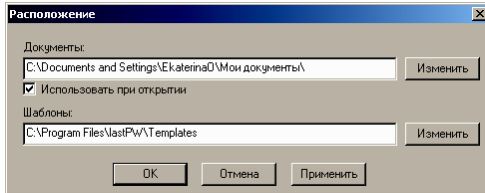

Рис. 5.2. Диалоговое окно «Настройки» закладка «Расположение»
2. Будет открыто диалоговое окно «*Расположение*» (рис. 5.2).